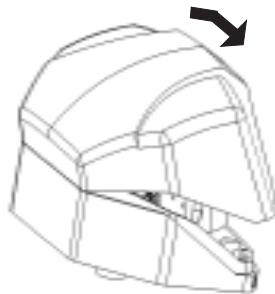

Рисунок 8
7.8 Установите на место крышку извещателя, для чего заведите крышку извещателя за защелку на задней стенке основания (рисунок 8) и защелкните крышку на основании.